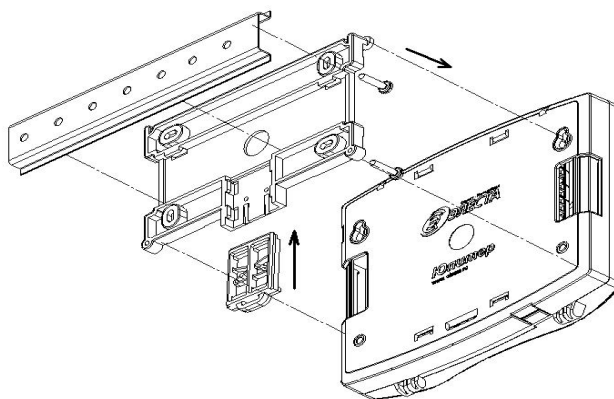

Рисунок 4.3. Вариант установки прибора через переходную планку на DIN-рейку (вид с задней крышки прибора)
- прибор крепится на переходную планку, которая устанавливается на DIN-рейку с помощью пластиковой защелки (рисунок 4.3).